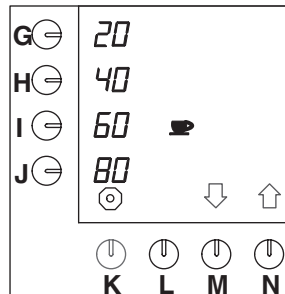

Abb. 25 Ändern der vorprogrammierten Wahl tassen für Tassen
- Drücken Sie auf die Wahl taste (N.) $\uparrow$, bis Abb.25 im Display erscheint.